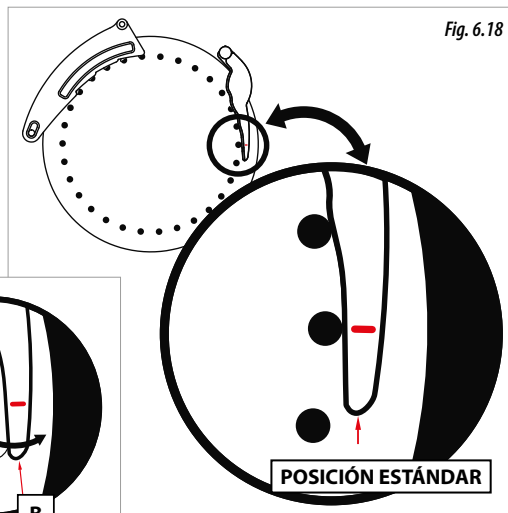

Fig. 6.18
LA SEÑAL EN EL PATÍN (EN ROJO, FIG. 6.18) MARCA EL PUNTO DE REGULACIÓN PARA EL PASO 4.
- 4- Situar el patín a la posición adecuada. Para la regulación estándar, colocar el patín tangente por el exterior del agujero del disco que coincide con la línea de corte del vacío, véase la señal en el patín (en rojo, Fig. 6.18).